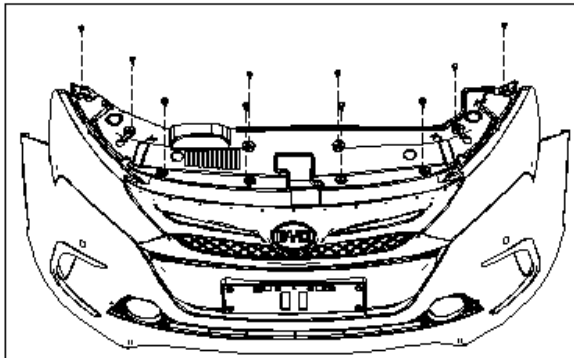

图 1.1.2 格栅上盖板的拆卸
- (1) 拆下安装在前格栅与格栅上盖板的 4 个子母扣;
- (2) 拆下安装在格栅上盖板与水箱上横梁的 6 个子母扣,如图 1.1.2 所示;
- (3) 拆下格栅上盖板。